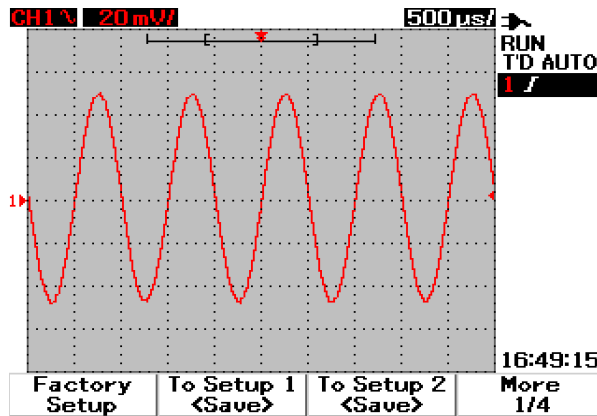

Abbildung 3-40 <Save> wird angezeigt, wenn noch keine Setup-Datei gespeichert wurde. Drücken Sie zum Speichern der Einstellung unter „Setup 1“ auf die Taste F1.
- 4 Drücken Sie, wie in Abbildung 3-40 gezeigt, die variable Taste F1, um die Konfigurationseinstellungen in „Setup 1“ zu speichern.